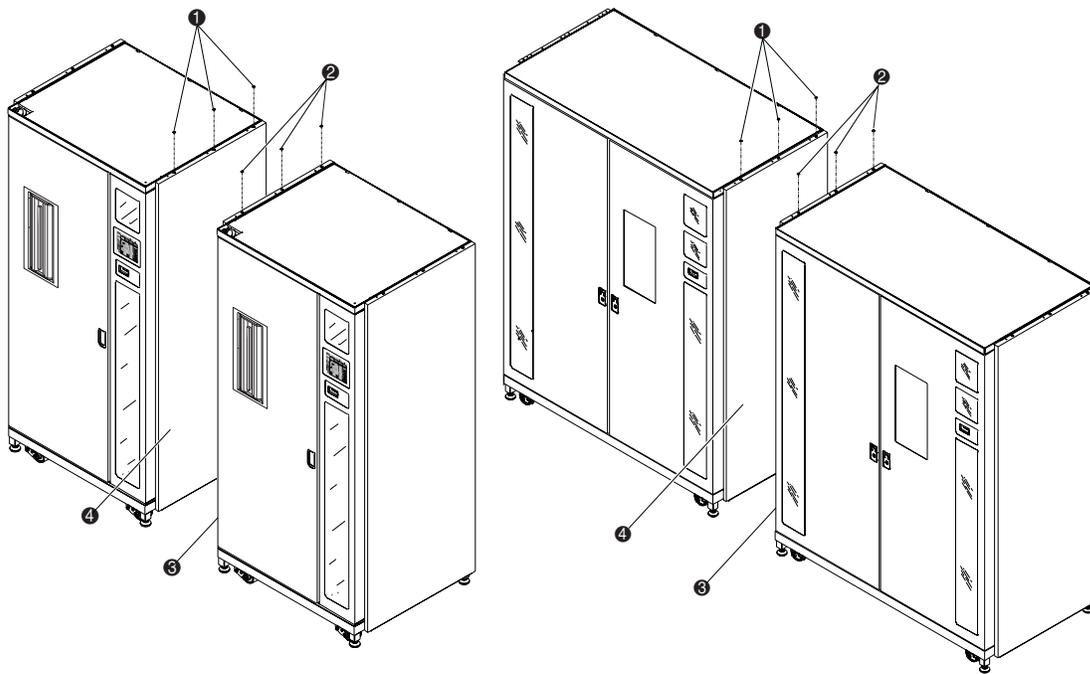

Abbildung 2-1. Entfernen der Seitenabdeckung
3. Nehmen Sie die linke Seitenabdeckung ❸ von der rechten Tape Library und die rechte Seitenabdeckung ❹ von der linken Tape Library ab (siehe Abbildung 2-1).
- a. Lösen Sie die drei Schrauben an der Oberseite der Abdeckung ❶ oder ❷.